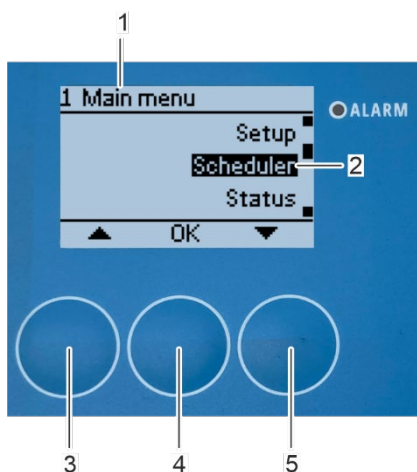

Figura 152: Abrir el submenú «Programador»
1. Seleccione el submenú «Programador» (Figura 152/1) en el «1 Menú principal» mediante los botones de flecha [arriba] (Figura 152/3) y [abajo] (Figura 152/5).
2. Confirme la selección pulsando [Aceptar] (Figura 152/4).